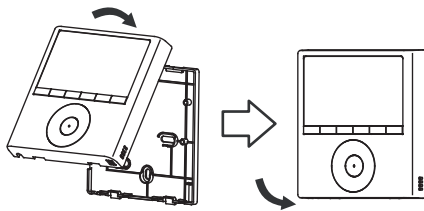

Fig. 3-9
- Dopo aver sistemato e rimontato il coperchio superiore; evitare di bloccare i cavi durante l'installazione. (Fig. 3-9)